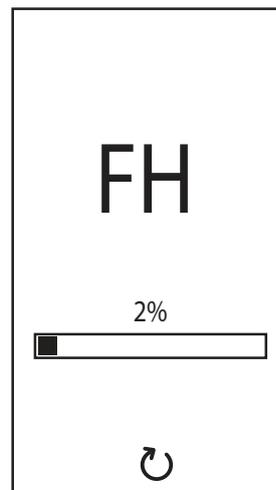

Рис. 7- Выпуск воздуха с включенным вентилятором
- В течение следующих 120 секунд на дисплее высвечивается символ **FH**, обозначающий режим стравливания воздуха из системы отопления (Рис. 7).